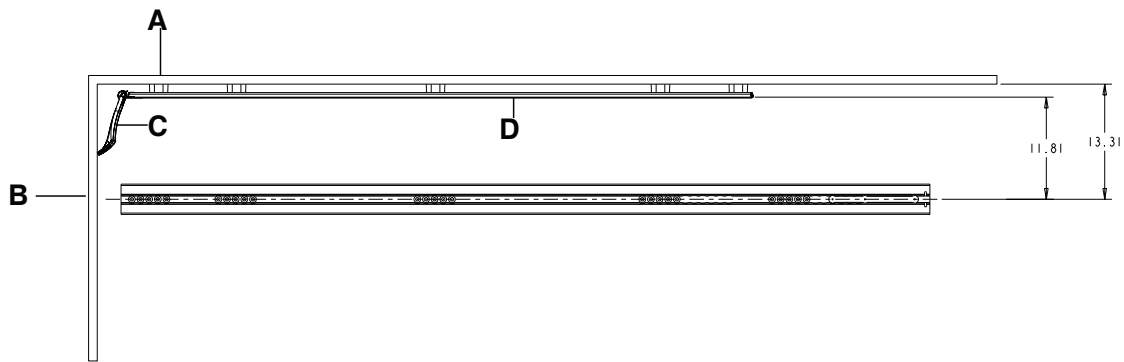
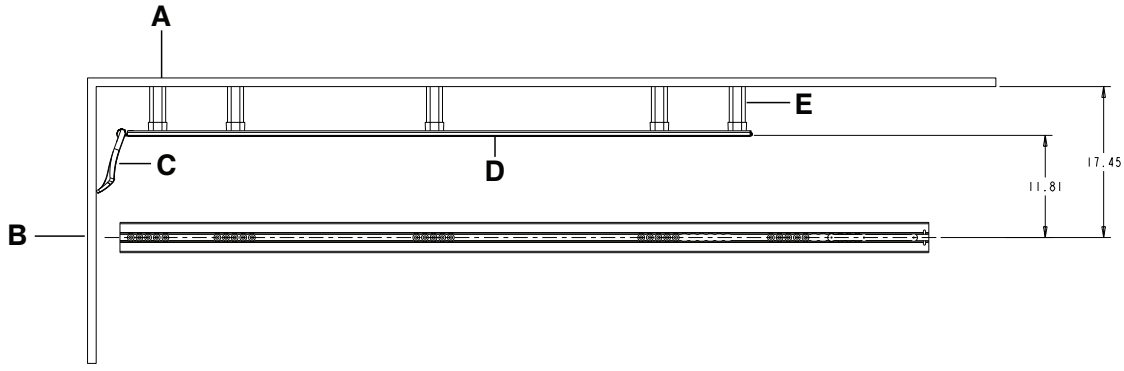

图 1 – 车轮导向装置安装 (无垫片)
图 2 – 车轮导向装置安装 (有垫片)
1. 用卷尺测量救护车患者车厢驾驶员一侧从底板中心线到 (车厢) 内壁的距离 (图 1 或图 2)。
12. 用 7/16" 套筒扳手、3/8" 传动棘轮和 7/16" 万用扳手安装螺钉 (第 11 步中选择) , 通过垫片 (6390-001-173) (D) 将车轮导向装置导轨固定到支架上 (如需要) , 然后安装到救护车患者车厢内壁上, 请参见图 1 或图 2。
13. 用 T25 Torx 螺丝刀安装两个平头机用螺钉 (0023-296-000) (B) , 将车轮导向装置插接帽 (6390-001-178) (H) 固定到车轮导向装置导轨头端。
14. 在导轨上滑动车轮导向装置保险杠 (6390-001-175) (F) , 从救护车患者车厢脚端滑至头端。
15. 用 5/32" 六角扳手安装两个平头螺钉 (0001-195-000) (A) , 穿过车轮导向装置组件 (6390-001-017) (C) 中枢和车轮导向装置导轨, 至车轮导向装置螺母 (6390-001-191) (J)。
16. 安装两个 Toplock 防松螺母 (0016-060-000) (M) 和四个车轮罩 (6390-001-206) (L) 至与车轮导向装置配合使用的患者轻便床右侧。请参见 按照轻便床车轮罩 (页面 3)。